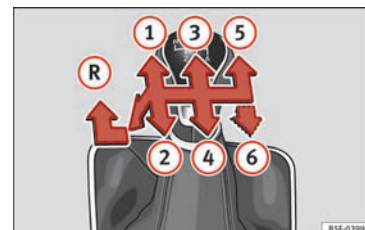

Abb. 53 Schaltschema bei einem 5-Gang bzw. 6-Gang Schaltgetriebe
Auf dem Schalthebel sind die Positionen der einzelnen Fahrgänge dargestellt » **Abb. 53.** »
- Schalthebel auf Leerlauf stellen und nach unten drücken, ganz nach links und dann nach vorne schieben um den Rückwärtsgang » **Abb. 53** **R** einzulegen.